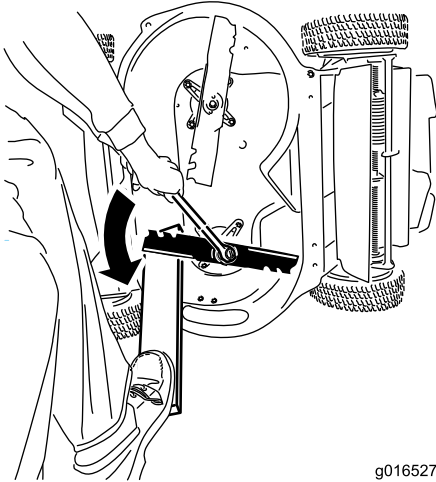

Figure 38
1. Utilisez un bloc de bois pour immobiliser chaque lame et tournez le boulon de lame dans le sens antihoraire, comme montré à la Figure 38.